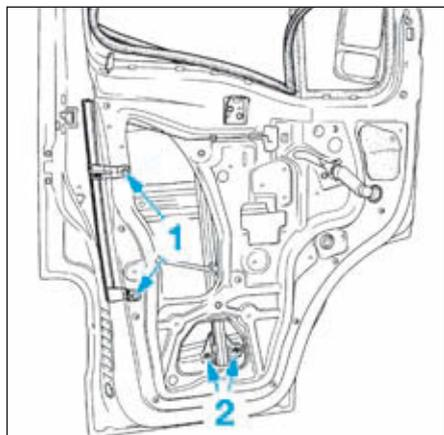

FIG.101
- Déposer les deux vis (1) (Fig.101) du montant inférieur de vitre.
- Déposer les deux vis (2).